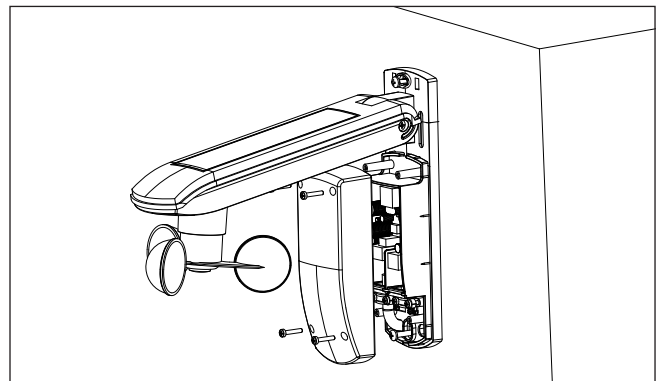

Abb. 5 Wandmontage
- Befestigen Sie die Wetterstation mit den beiliegenden Schrauben und Dübeln wie abgebildet auf einem geeigneten Untergrund (Abb. 5).